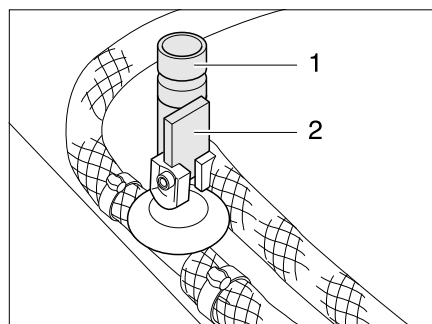

Bild 121 Ablasshähne für Truma Boiler
- Alle Ablasshähne für den Boiler schließen. Dazu den Kipphebel (Bild 121,2) waagrecht stellen bzw. die Kappe (Bild 121,1) im Uhrzeigersinn drehen.
- Alle Ablasshähne für den Boiler öffnen. Dazu den Kipphebel (Bild 121,2) senkrecht stellen bzw. die Kappe (Bild 121,1) entgegen dem Uhrzeigersinn drehen.